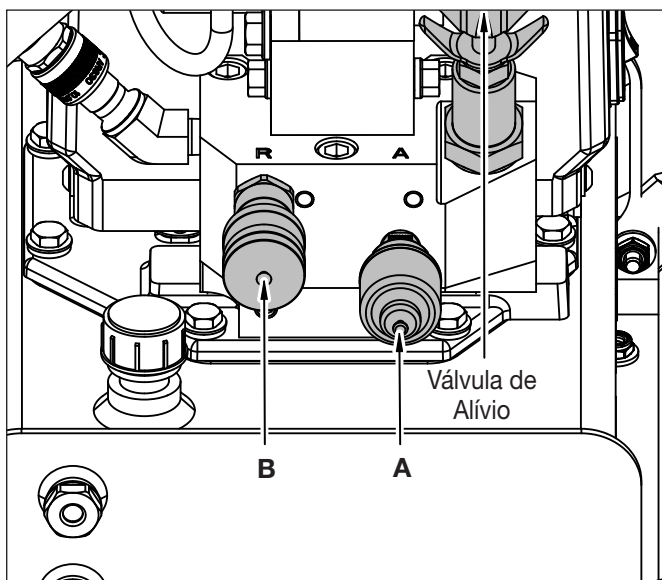

Figura 3: Saída da Bomba
1. Solte a contraporca e recue (gire no sentido anti-horário) a válvula de alívio para evitar o acúmulo não intencional de pressão. Não são necessárias ferramentas para ajustar a válvula de alívio. Veja a Figura 3.
3. Conecte as mangueiras ao manifold de saída da bomba conforme mostrado na Figura 3. **CERTIFIQUE-SE** de usar mangueira classificada para 700 bar [10.000 PSI]. Aperte manualmente os anéis de travamento do engate
2. Solte a contraporca e retire a válvula de alívio para evitar o acúmulo indesejado de pressão. Veja a Figura 3.